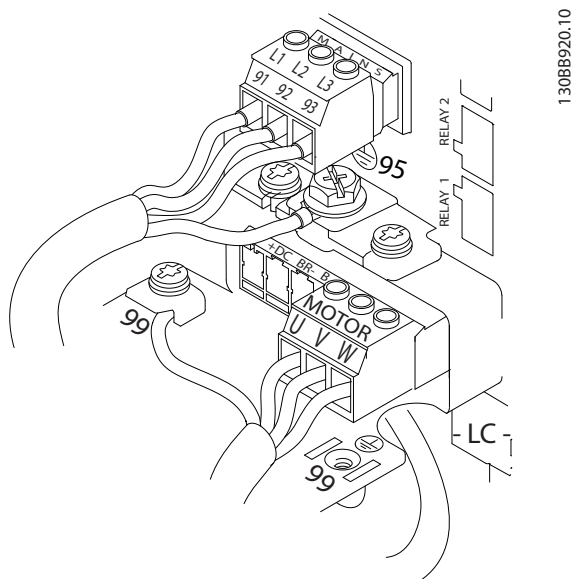

図 2.8 モーター、主電源、アース配線の例
次の三つの図は、基本的な周波数変換器の図 2.8 主電源入力、モーター、およびアース接地を示しています grounding。実際の構成は、ユニットの種類やオプション機器によって異なります。
- 3 相交流入力電力ワイヤを L1、L2、L3 に接続します (図 2.8 を参照してください)。